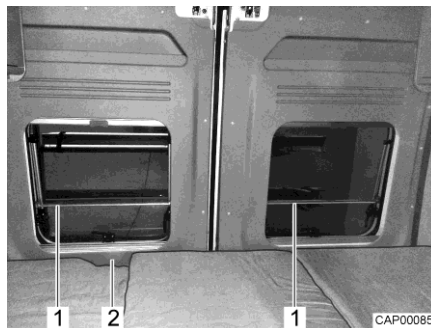

Bild 45 Herausfallschutz (Längsheckbett)
- ▷ Die Fenster der Hecktüren sind mit einem Herausfallschutz (Bild 45,1) ausgestattet. Die Hecktür kann über den Durchgriff (Bild 45,2) von innen geöffnet werden.